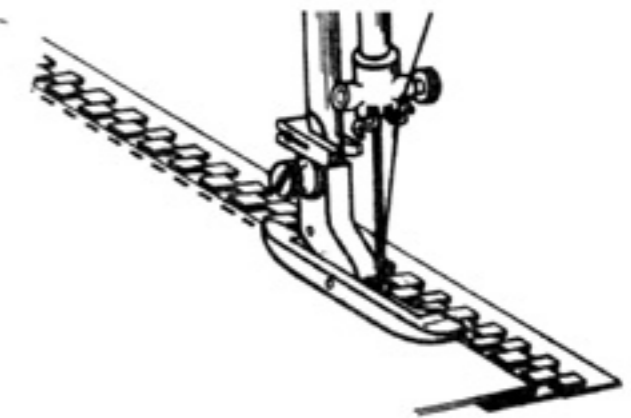

Рис. 65
43. Пришивание застежек - молния (рис. 65)